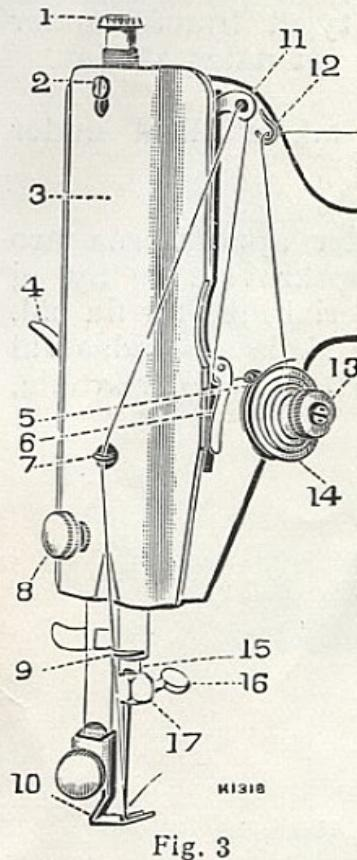
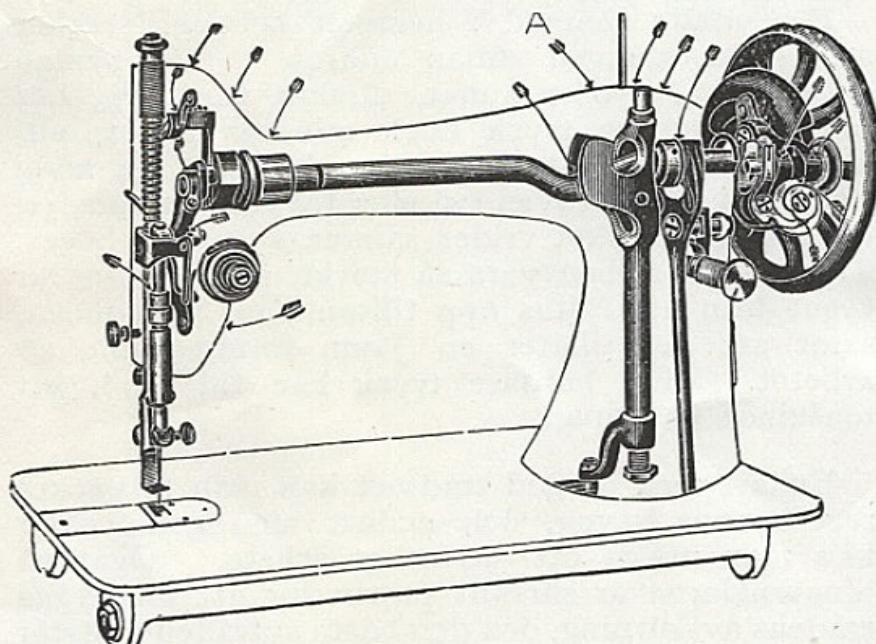

Fig. 3
Fig. 13
Nålens påträddning. (Se fig. 3).
Nålens insättande. (Se fig. 3).
Lossa balanshjulet och sätt en trådrulle på trådrullestiftet. Förr trådändan genom trådöglan (12, fig. 3) och sedan underifrån genom det nedre insnittet (5) å trådledaren och genom den övre skåran (2). Träd därefter spolen genom att föra tråden inifrån genom hålet å spolens vänstra skiva. Sätt spolen på spolstiftet (1) med vänstra handen och vrid gummiringen (6) med den högra handen tills hålet i spolens högra skiva träffat sprinten, som finnes å spolstiftet. Pressa gummiringen emot balanshjulet tills stoppklinkan fastlåser spolen. Håll den fria ändan av tråden och fortsätt med att vrida på balanshjulet i riktning mot Eder tills några varv påspolats. Slit därefter av trådändan och trampa maskinen som vid sömnad tills spolen är fylld, då spolapparaten automatiskt stannar.
För att maskinen skall kunna arbeta tyst och lätt, är det nödvändigt, att alla arbetande delar, som äro i kontakt med varandra, äro väl oljade och icke tillåtas bliva torra. Maskinen skall alltid oljas på de ställen, som pilarna anvisa i fig. 13 och 14. En droppe olja är tillräcklig, på varje ställe. För att olja nålstångmekanismen lossar man frontplåten (3, fig. 3) genom att skruva ur knappskruven (8, fig. 3) och lyfter av frontplåten över den lilla skruvens huvud (2, fig. 3), sedan denna lossats något. **Det är särskilt nödvändigt, att punkten märkt "A" (fig. 13) oljas, när trådlyftaren står på sin lägsta punkt.**
Fjädern (5, fig. 3) är av.
Oriktiga styng.—Detta regleras genom trådspänningen (se sid. 11). Se efter att såväl spolhylsan som nälen äro riktigt trädda, att tråden, som användes, är av god kvalité och att nälen är av passande grovlek (se tabellen å sidan 38). Se till att fjädern (5, fig. 3) icke är sönder.